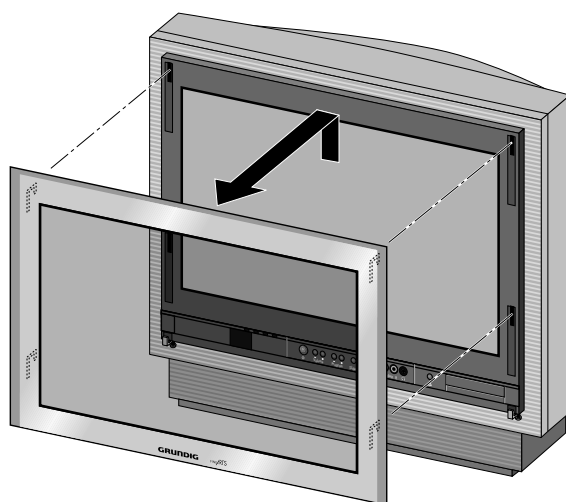

Fig. 2
- Glasscheibe nach oben schieben und nach vorne abnehmen (Fig. 2).
- Lift the front glass and remove it towards the front. (Fig. 2).